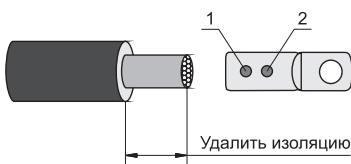

Рисунок 11
4.26.3 При использовании наконечников со срываемыми болтами (рисунок 11) плавно, без рывков, затянуть болты до срыва головок, в последовательности, указанной на рисунке 11, придерживая наконечник трубным ключом или специальным приспособлением. Выступы болтов спилить напильником до уровня поверхности наконечника, опилки тщательно удалить.